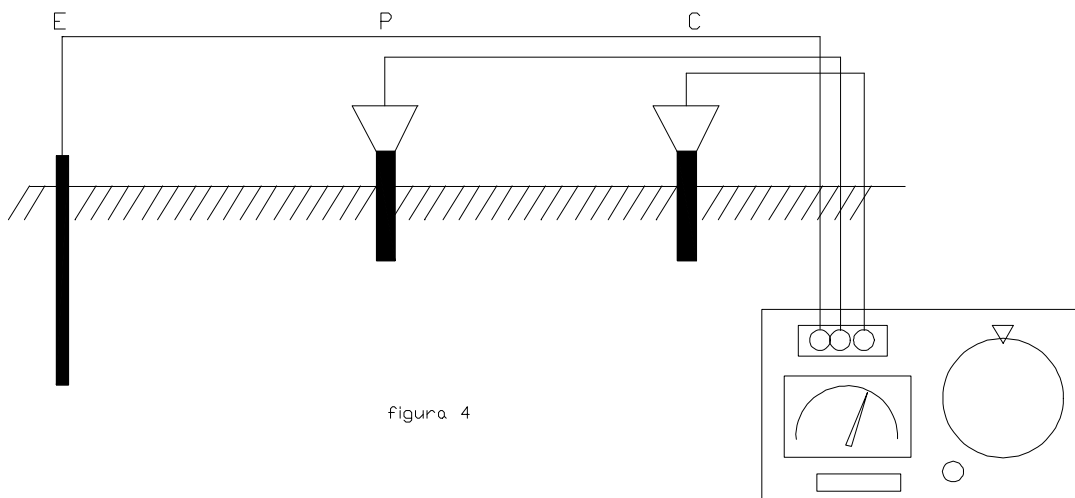

figura 4
Se debe realizar como se muestra en la figura 4. Es necesario, en general, que los electrodos E, P, C estén aproximadamente en línea recta y cada uno se encuentre a una distancia de 5 a 10 mts. del otro, para jabalinas de 1,5 mts. aproximadamente.
b) Medición del potencial: Colocando el interruptor selector en la posición "V" y realizando las conexiones de la figura 4, sin presionar el botón del pulsador, se determina el valor de la tensión, éste tiene que ser menor a 10 volt o bastante menor para proceder a la medición de la resistencia de puesta a tierra. Si este valor no se consigue se debe aislar la jabalina de todo equipo eléctrico que se halle en las adyacencias.